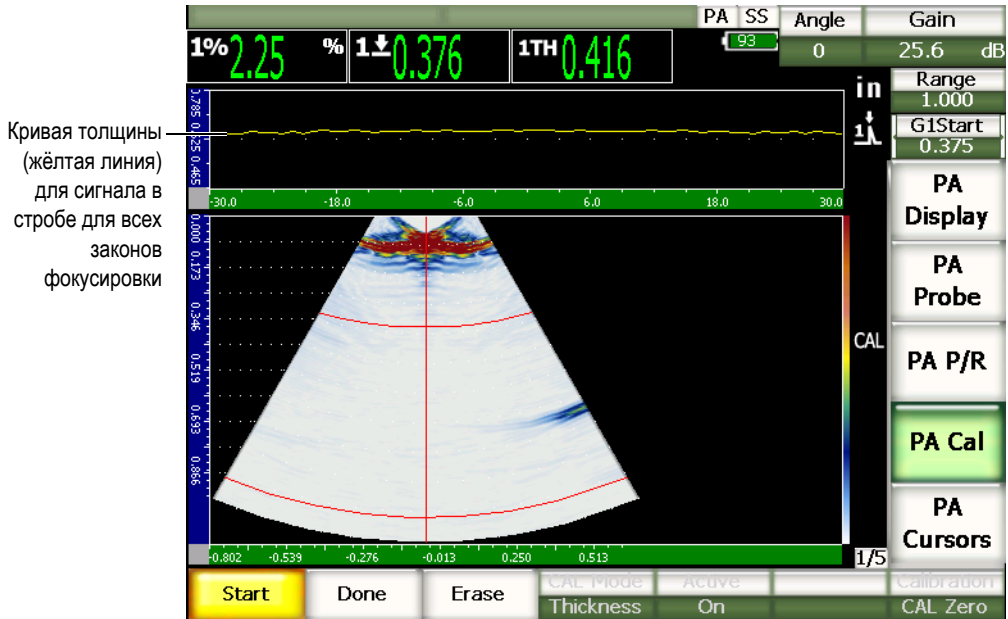
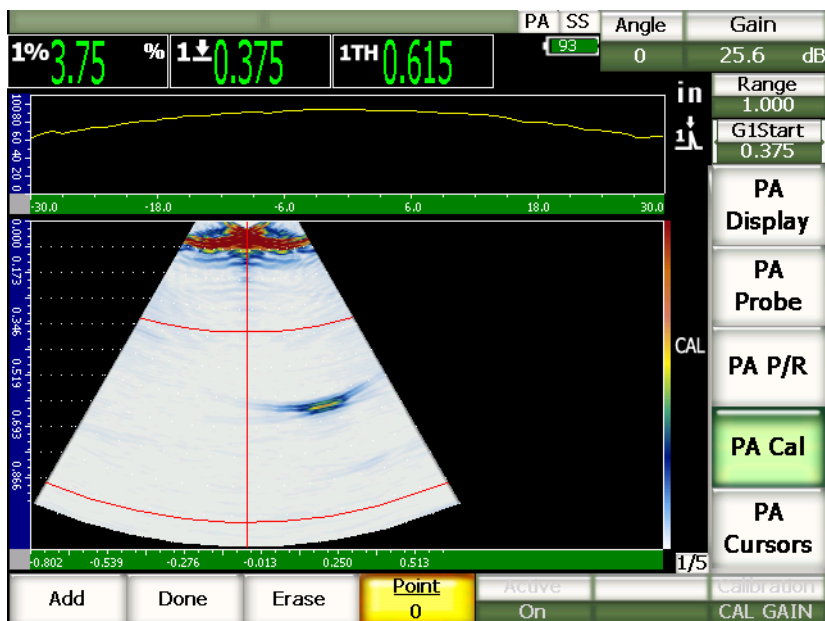

Рис. 17-7 Калибровка задержки в призме и показание толщины в верхней части экрана
Рис. 17-10 Калибровка чувствительности
В верхней части экрана изображение А-скана сменится кривой толщины (жёлтая линия) для сигнала в стробе для всех законов фокусировки (см. Рис. 17-7 на стр. 288). В идеале линия толщины должна быть прямой, что указывает на то, что для каждого закона фокусировки результаты измерений одного и того же отражателя одинаковы. Пунктирная линия в центре этого экрана обозначает заданное пользователем известное значение толщины. В данном примере неоткалиброванная линия должна выглядеть, как линия на Рис. 17-7 на стр. 288.
7. В меню 1/5 > PA CAL нажмите **Add**, чтобы начать процесс калибровки. В верхней части экрана изображение А-скана сменится кривой амплитуды (жёлтая линия) для сигнала в стробе для всех законов фокусировки (см. Рис. 17-7 на стр. 288). В идеале линия толщины должна быть прямой, что указывает на то, что для каждого закона фокусировки результаты измерений одного и того же отражателя одинаковы (когда найден сигнал от отражателя). В данном примере неоткалиброванная линия должна выглядеть, как линия на Рис. 17-10 на стр. 292.